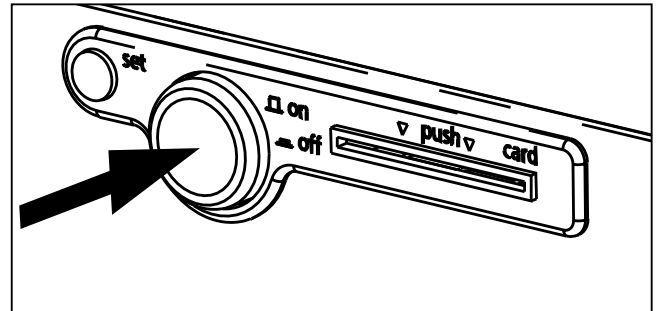

Fig. 19 Apagar cámara para pruebas
- ▶ Desconectar: Presione el interruptor principal de manera que se introduzca en el equipo (Fig. 19).